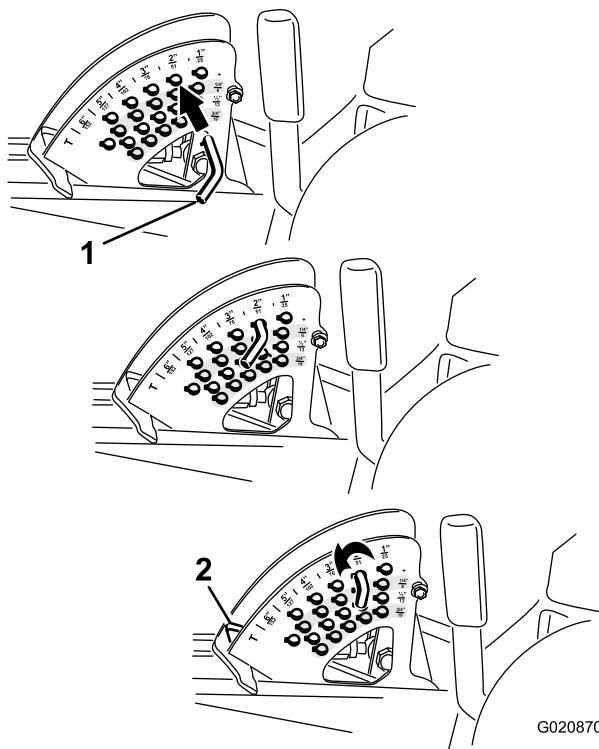

Figura 25
2. Gire el pasador de tope hasta que el pasador cilíndrico que contiene se alinee con las ranuras de los taladros del soporte de altura de corte y retire el pasador (Figura 25).
3. Seleccione un taladro del soporte de altura de corte que corresponda a la altura de corte deseada, inserte el pasador y gírelo para bloquearlo en esa posición (Figura 25).
Nota: Hay cuatro filas de taladros (Figura 25). La fila superior corresponde a la altura de corte impresa encima del pasador. La segunda fila corresponde a la altura impresa más 6 mm. La tercera fila corresponde a la altura impresa más 13 mm. La fila inferior corresponde a la altura impresa más 19 mm. Para la posición de 15,2 cm hay un solo taladro, situado en la segunda fila. Esta posición no añade 6 mm a la altura de 15,8 cm.